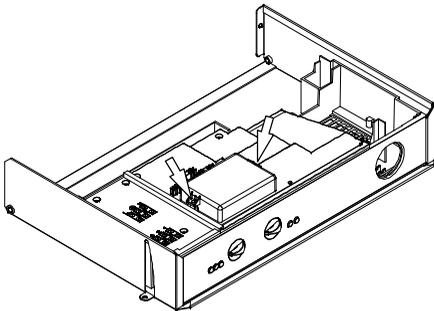

fig. 5.24
- Togliere le due viti indicate in fig. 5.24 e aprire il coperchio della morsettiera collegamento sonda esterna.